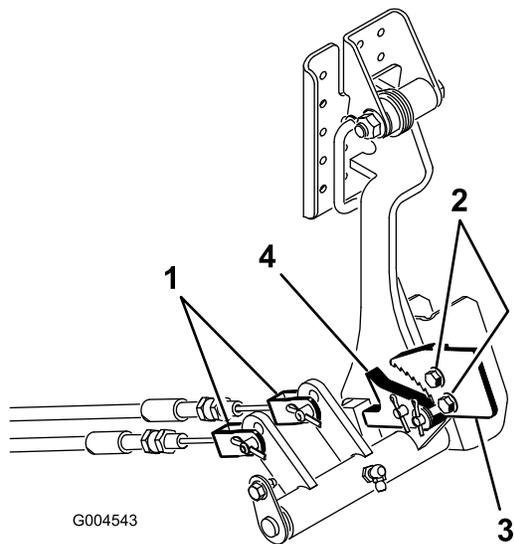

Figura 75
1. Retire los pasadores que fijan los cables de freno a la varilla del pedal de freno (Figura 75).
2. Afloje los 2 tornillos que fijan el trinquete del freno de estacionamiento al bastidor (Figura 75).
3. Pise el pedal del freno de estacionamiento hacia adelante hasta que la uña se engancha a fondo en el trinquete del freno (Figura 75).